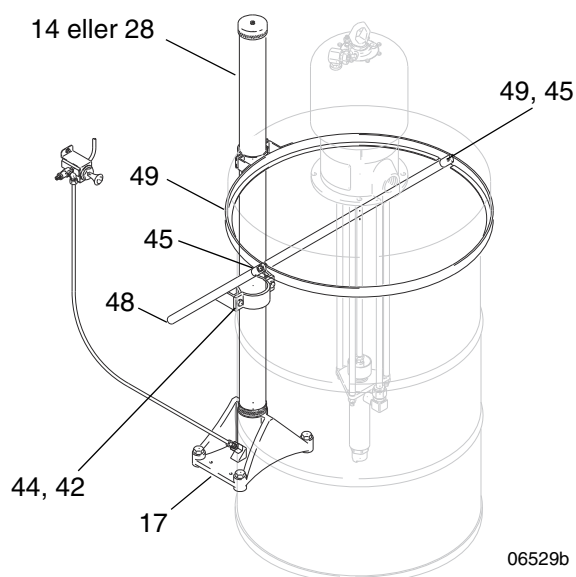

FIG. 4
Placera locket i dess korrekta position i stödringen (49) och dra åt bultarna (45). Placera en öppen trumma mot lyftens basplatta (17) och placera locket på trumman så att stödklämmans (44) fördjupningar ligger tätt mot lyftens stigarrör (14 eller 28). Lyft röret 6,4 mm (0,25 tum) och dra åt klämskruvarna (42). Se FIG. 4.